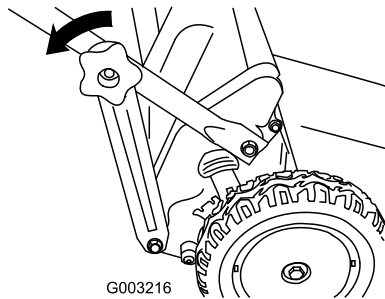

Figure 41
1. Retirez les boutons de la partie inférieure du guidon (Figure 41).
2. Détachez les supports aux deux extrémités de la partie inférieure du guidon (Figure 41).